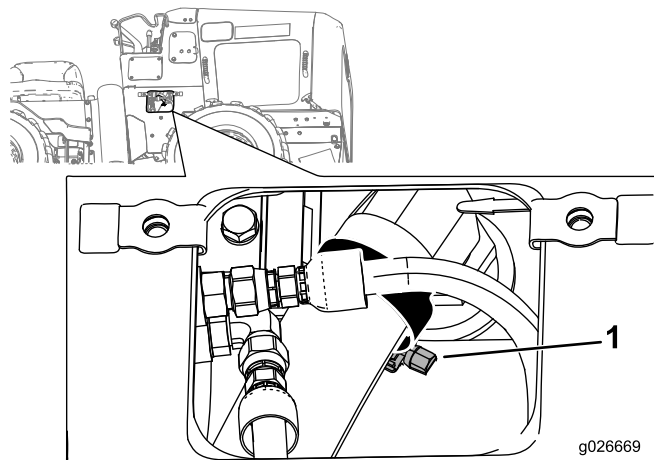

Рисунок 43
5. Снимите нижнюю правую боковую плоскую крышку и ослабьте шланговый хомут, с помощью которого шланг всасывания крепится к гидравлическому баку (Рисунок 43).